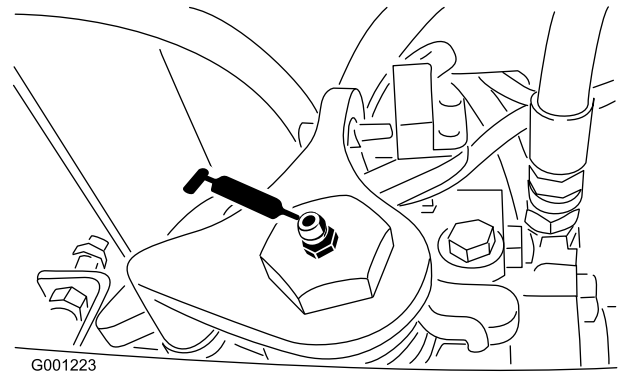

Figure 41
- Arbre de point mort de la transmission (Figure 41)